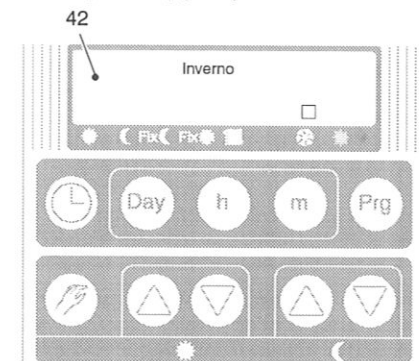

fig. 2.2
Lo stato di funzione della caldaia viene segnalato sul display (42) del telecomando con un quadrato che si posiziona in corrispondenza del funzionamento impostato (fig. 2.2).